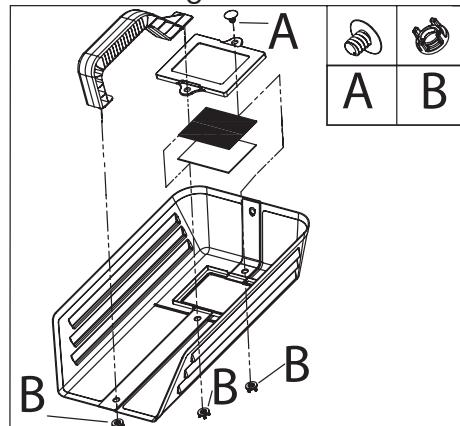

Fig.2
- Zusammensetzen des Gesichtsschutzschildes (ABB.2). Zunächst den Plastikschutzschild in die dafür vorgesehene Öffnung stecken und mit den beiden Arretierschrauben befestigen. Den Griff im Schlitz des Schutzschildes befestigen, kräftig andrücken und um 90° drehen, bis er die Öffnung im Schutzschild erreicht.
- Bei nicht wiederverwendbaren Gasflaschen (S) ist die Plastikschutzkappe vom oberen Gewindeanschluß zu entfernen. Schrauben Sie dort nun den Gasdruckminderer (T) im Uhrzeigersinn fest (aber nicht zu fest).
- Stecken Sie nun den Kunststoffschlauch (Abb. 2, Q) in den Minderer (indem Sie ihn über die ganze Länge hineinschieben). Anmerkung: Zum Lösen des Gasschlauches vom Minderer einfach den Ring (U) zurückziehen und ziehen. Der Druckregler bei nicht wiederanfladbaren Flaschen besteht aus einer Nadel, einstellbar durch einen Knopf, der über einer Meßskala von 0 bis 6 angebracht ist und das Flaschenventil beeinflußt. Wird der Knopf in die Null-Stellung gedreht, fließt kein Gas; Vor Beginn der Schweißarbeiten bringen Sie den Knopf in Position 3 oder 4: Der Gasdurchfluß beträgt hier 2-3 Liter pro Minute. Um jede Gasflasche bestmöglich zu nutzen, halten Sie stets einen Mindest-Gasdurchfluß aufrecht (2 - 3 Liter pro Minute), der für einwandfreie, nicht poröse Schweißstellen ausreicht. Der Druckminderer ist mit einem Sicherheitsventil versehen, das automatisch bei Druckschwankungen in Funktion tritt.
- Bei wiederverwendbaren Flaschen stecken Sie den Plastikschlauch (Q) in einen Adapter für große Gasflaschen (V). Verbinden Sie das äußere Adapterende mit einem 6mm (1/4") dicken Gasschlauch, den Sie an den Ausgang des manometrischen, auf die aufladbare Flasche geschraubten Druckreglers anschließen. Letzterer dient der Kontrolle des Gasdurchflusses, der bei 2 - 3 Litern pro Minute liegen sollte.